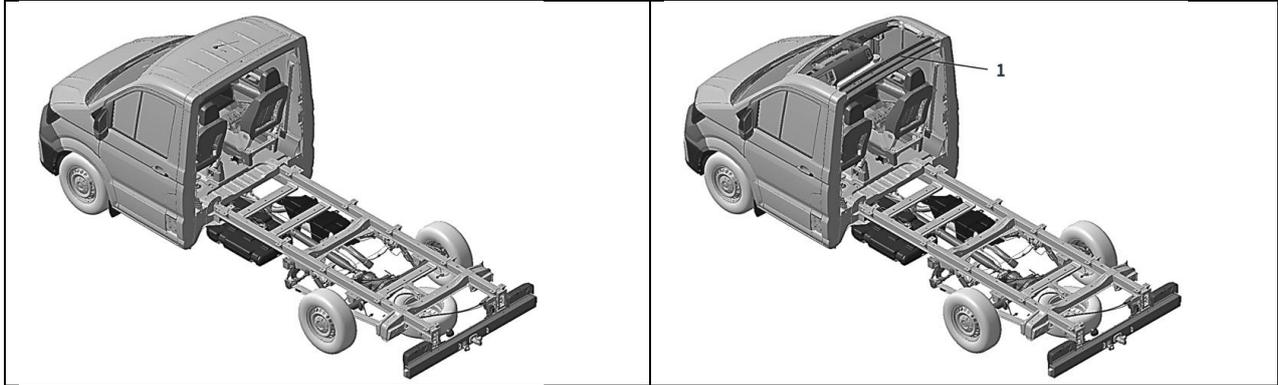

Fig. 1 : Plage d'auvent (variantes avec et sans pavillon de cabine)
En ce qui concerne la plage d'auvent (numéro PR K4N) sur la base d'un châssis avec simple cabine, la cloison arrière de cabine ou la cloison arrière et le pavillon de la cabine ne sont pas compris dans la livraison départ usine. Pour renforcer la cabine lors du transport, un arceau de pavillon auxiliaire (1) est placé sur les montants B sur la variante sans pavillon (voir fig. 1 Plage d'auvent).